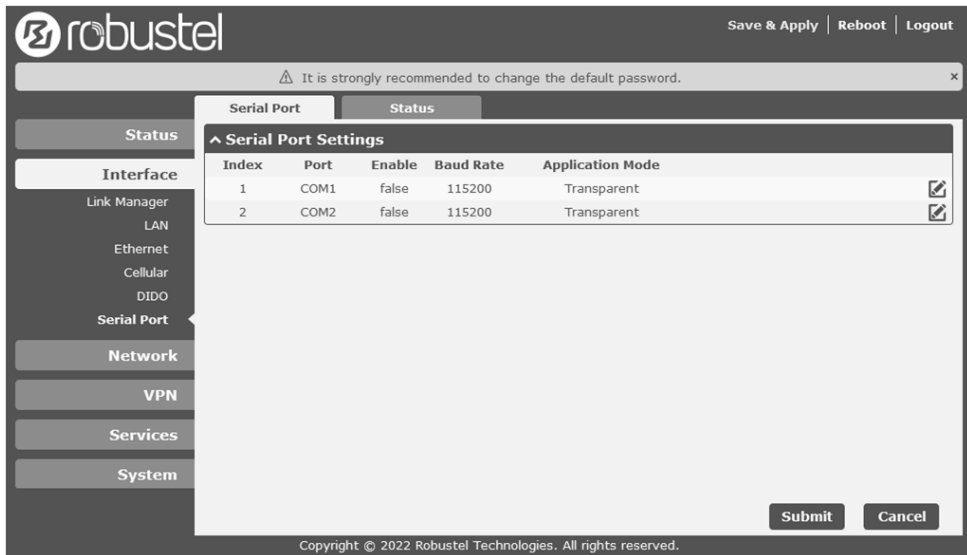

Рисунок 24 – Вкладка «Serial Port» подпункта «Serial Port»
3.5.13.29 В подпункте «Serial Port» (рисунок 24) можно задать настройки подключений по последовательным портам: RS232 (COM1) и RS485 (COM2). Для редактирования параметров подключения нажать кнопку .